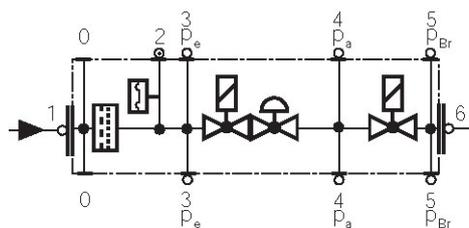

Fig. 36
- Pulire o sostituire il filtro se la differenza di pressione fra i punti 1 e 3 (Fig. 36) è  $\Delta p > 10$  mbar.
- Pulire o sostituire il filtro se la differenza di pressione fra i punti 1 e 3 (Fig. 36) risulta raddoppiata dall'ultimo controllo.